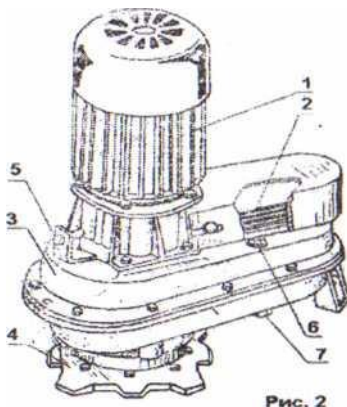

Рис. 2
- 4.2. Привод горизонтального транспортера (рис. 2) предназначен для сообщения цепи со скребками поступательного движения.
- 4.21 Привод (рис. 2) состоит из электродвигателя 1, клиноременной передачи 2, редуктора 3 и приводной звездочки 4. Для натяжения ремней используется натяжной винт 5.